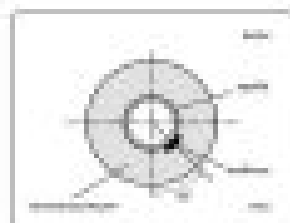

Рис. 3
- На перекрестках труб секция рекомендуется крепить в наклонной части трубы (рис. 3).